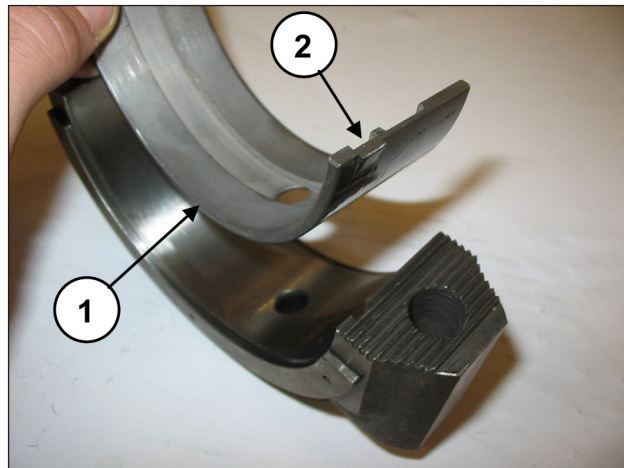

Fig. 83
Aplique os semi-rolamentos inferiores aos chapéus (pos. ①, Fig. 83), certificando-se que a lingueta de referência dos semi-rolamentos esteja posicionada na caixa sobre o chapéu (pos. ②, Fig. 83).